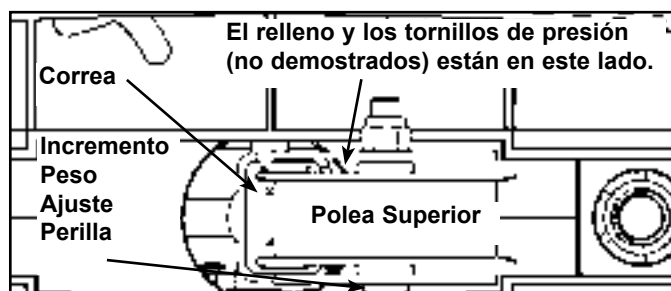

Figura 10 (visión superior desde la polea abajo para ceñir la abrazadera)
- B. Levantar cuidadosamente el peso superior y verificar que la posición de la abrazadera de la correa (en el peso superior) es alineado correctamente con el soporte de polea superior (en la máquina). Véase El Figura 10.